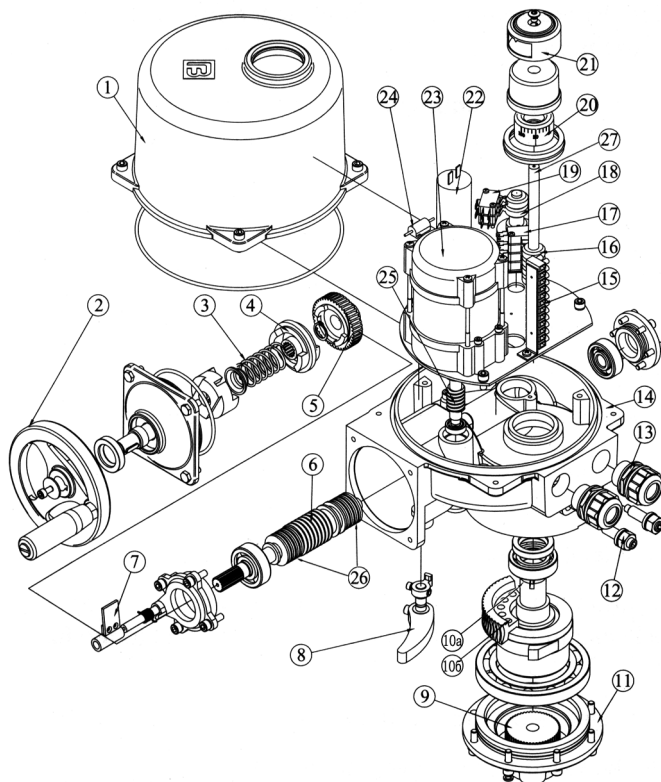

Рис.1 Электропривод ГЗ-ОФ(М)
Для перемещения рычага переключения режимов (8) (рис. 1) не следует прилагать чрезмерно больших усилий.